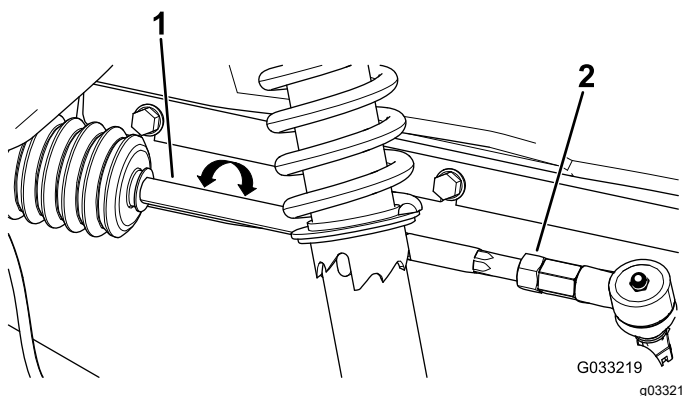

Figura 47
2. Si la medición no se encuentra entre 0 y + / - 3 mm, afloje las tuercas autoblocantes en el extremo exterior de las bielas (Figura 47).